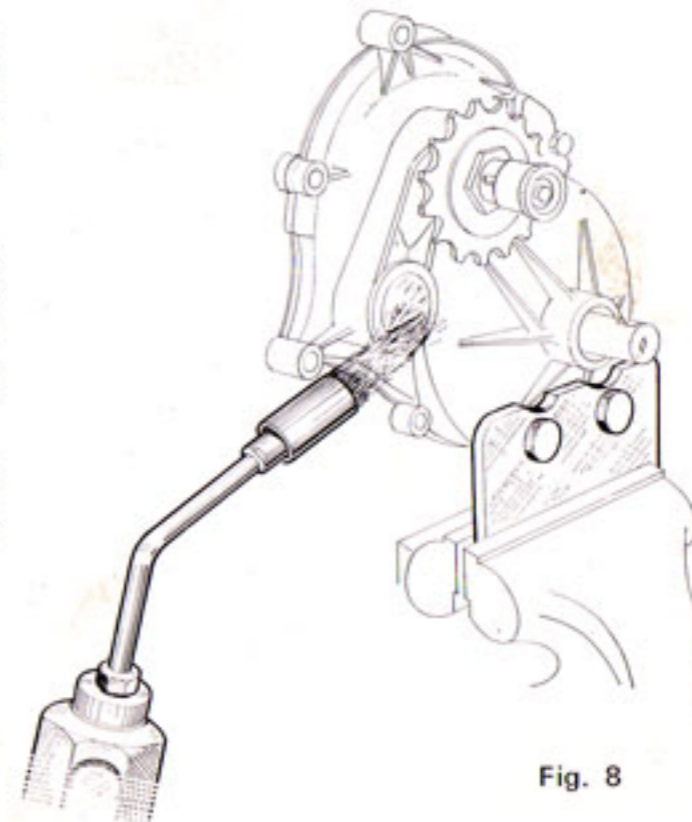

Fig. 8
- Chauffez (80° environ) le demi carter côté pignon de chaîne autour de l'emplacement du roulement 18632 (12 x 28 x 8). Fig. 8.